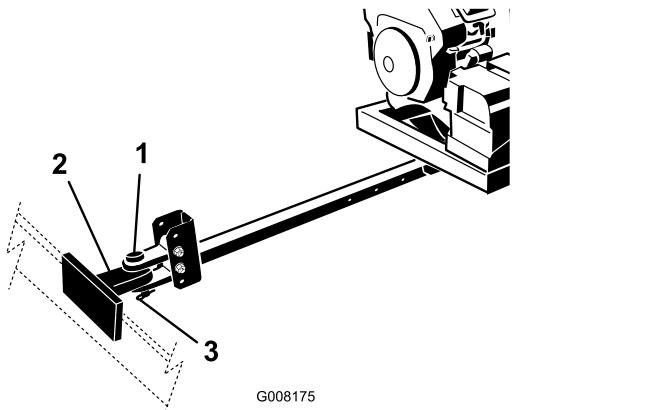

Bild 5
4. Schließen Sie die Anbauvorrichtung des Bläsers mit dem Anbauvorrichtungsstift und der Lastöse an der Anbauvorrichtung der Zugmaschine an (Bild 5).